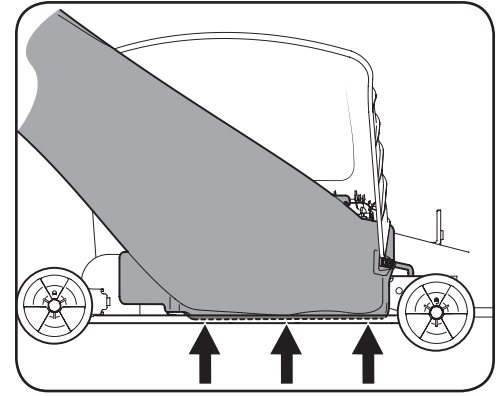

Figura 4-20
**¡IMPORTANTE!** Asegúrese de que la parte inferior del canal de descarga está ubicado dentro del borde de la abertura de plataforma, como se muestra en la Figura 4-20.